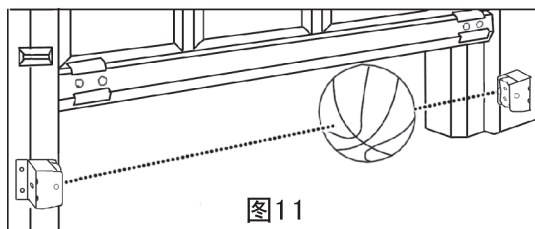

图11
- 1) 把红外线发射器和接收器安装在门体两侧导轨边缘，门框下部，高出地面150mm处（如图11）；